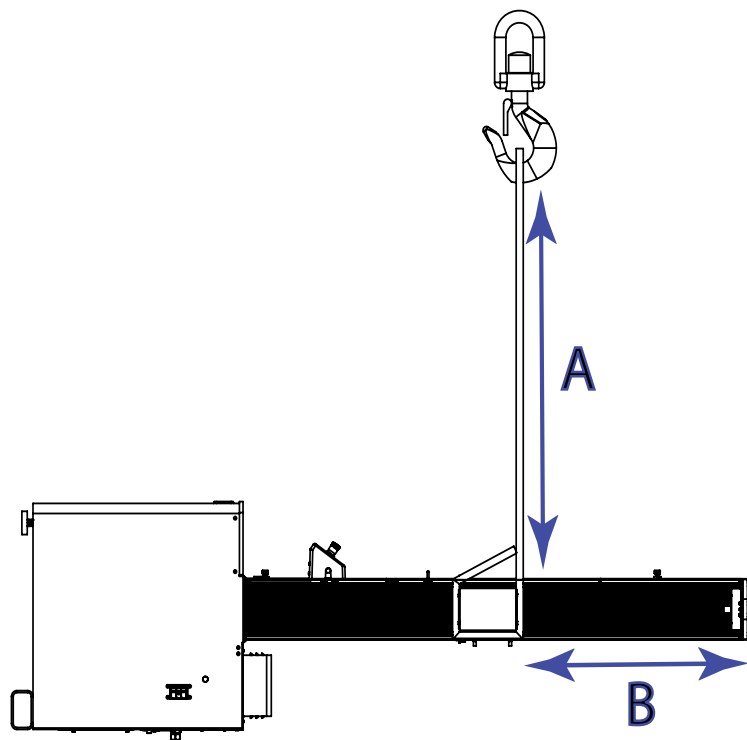

図 23. リフティングスリングの取り付け
2. 80 ページの図 23 に示すように、クロスヘッドにリフティングスリングを2本取り付け、クレーンフックに取り付けます。スリングの代わりにチェーンを使用する場合は、クロスヘッドとトッププレートに保護材を巻き、傷や擦れから保護してください。
スリングの長さ (80 ページの図 23 の A) は、トッププレートからの必要な距離 (80 ページの図 23 の B) より長くなければなりません。これにより、吊り上げ中にフックがフレームを傷つけることがなくなります。